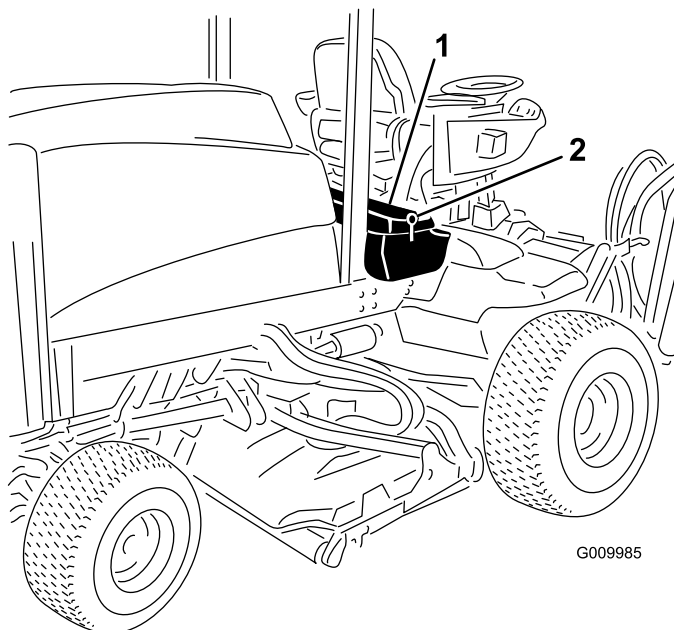

Figura 37
1. Sbloccate e sollevate il pannello comandi dell'operatore (Figura 37).